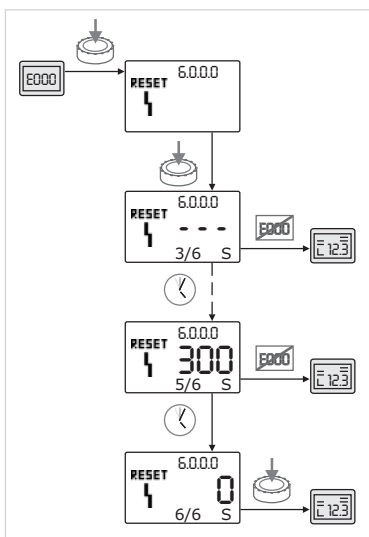

Fig. 62: Acquitement du type de défaut C
- Si des défauts de type C surviennent, procéder comme suit pour les acquitter (fig. 62) :